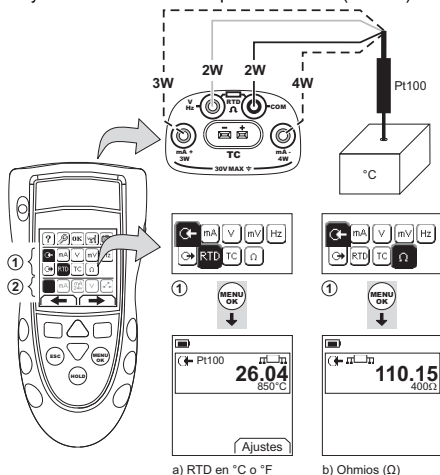
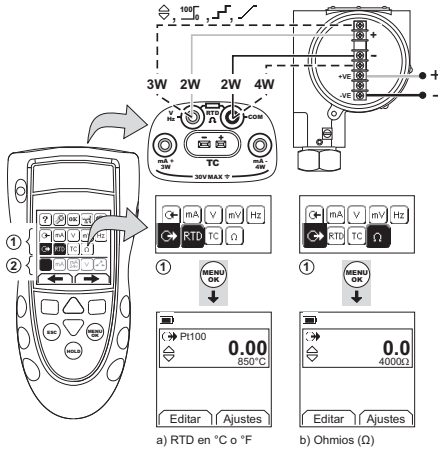

Figura 7: Ejemplo de configuración: Medición de temperatura o resistencia
Figura 8: Ejemplo de configuración: Simulación de temperatura o resistencia
1. Conecte el instrumento (Figura 7 y Figura 8) y, si es necesario, ajuste la opción Configurar (Tabla 1).